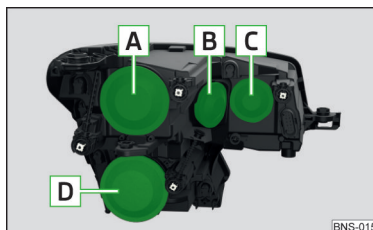

Abb. 373
Glühlampenordnung » Abb. 373
- Die Schutzkappe **A** » Abb. 373 auf Seite 323 abnehmen.
- › Die Schutzkappe **A** » Abb. 373 auf Seite 323 einsetzen.
- › Die Schutzkappe **B** » Abb. 373 auf Seite 323 abnehmen.
- › Die Schutzkappe **B** » Abb. 373 auf Seite 323 einsetzen.
- › Die Schutzkappe **C** » Abb. 373 auf Seite 323 abnehmen.
- › Die Schutzkappe **C** » Abb. 373 auf Seite 323 einsetzen.
- › Die Schutzkappe **D** » Abb. 373 auf Seite 323 abnehmen.
Die Schutzkappe **D** » Abb. 373 auf Seite 323 einsetzen.